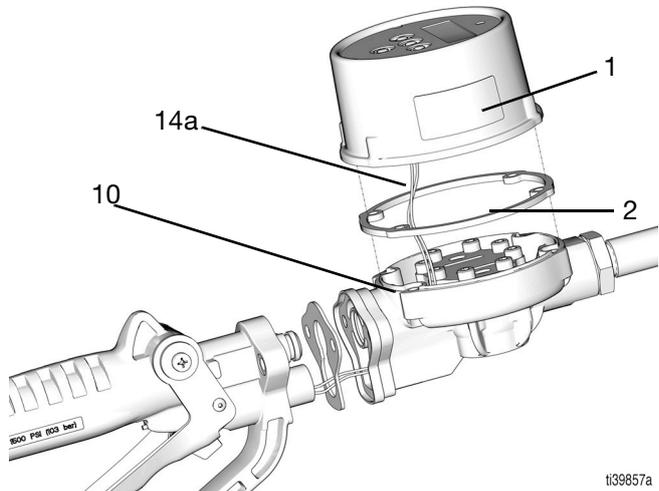

FIG. 30
5. Desmonte el bisel (1) en el alojamiento del medidor (10), (FIG. 30).
8. Coloque el bisel (1) de forma que la pantalla quede en posición vertical cuando sujete la válvula.
9. Vuelva a montar el bisel (1) en el alojamiento del medidor (10), consulte la FIG. 30 en la página 16.